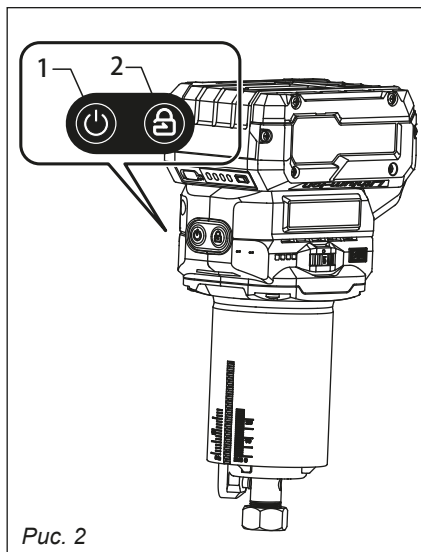

Рис. 2
7.1. Включение инструмента (рис. 2)
7.2. Отключение инструмента (рис. 2)
- Нажмите кнопку пуска / остановки (1) для перехода в режим ожидания
- Для полного выключения нажмите кнопку блокировки / разблокировки (2).